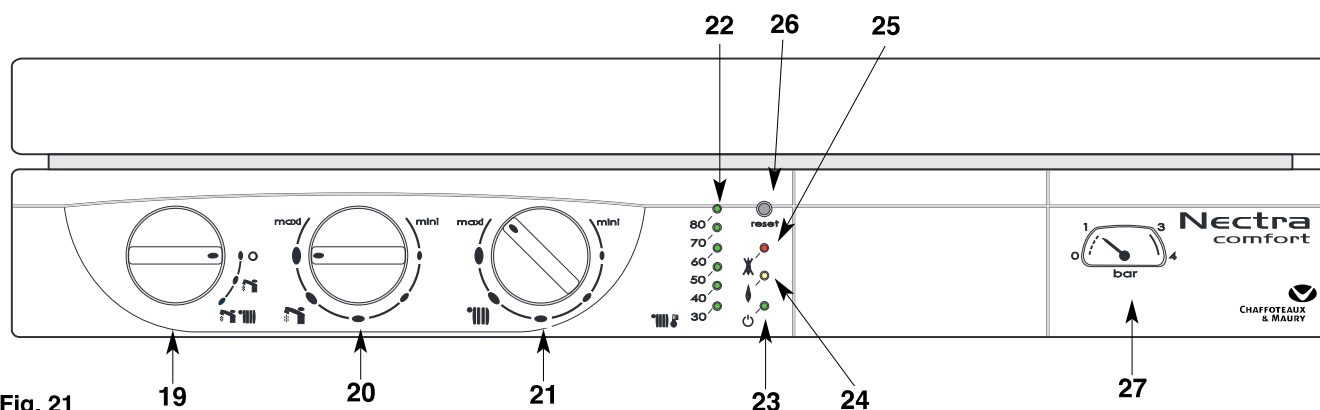

Fig. 21
Tableau de bord (fig. 21)
- Placer le commutateur **19** (fig. 21) en position «  ». Pendant un puisage sanitaire, la fonction chauffage est interrompue. Le bouton de réglage du chauffage **21** «  » (fig. 21) donne la possibilité d'ajuster la température de l'eau du circuit de chauffage en fonction des besoins saisonniers.
L'indicateur **22** «  » (fig. 21) affiche cette température.
- Placer le commutateur **19** en position « **O** » le voyant vert **23** (fig. 21) reste allumé. Les fonctions hors gel et antigommage de la chaudière restent actives.